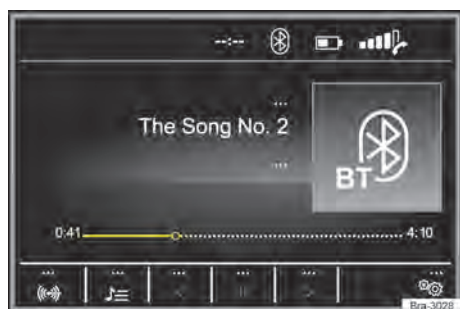
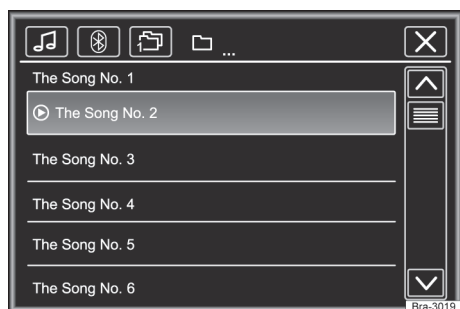

Fig. 126 Menu principal de mídia.
Fig. 127 Operação do rádio: lista de estações.
- Pressionar o botão **MEDIA** para abrir o menu principal **MEDIA** → Fig. 126.
As fontes de mídia que são reproduzidas atualmente são exibidas na superfície de função na parte inferior esquerda → Fig. 126.
Legenda da → Fig. 126 e → Fig. 127: